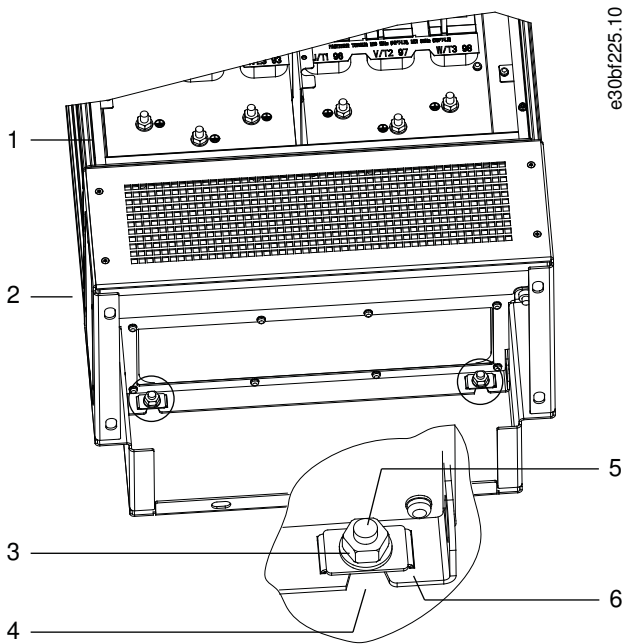

Ilustración 10: Puntos de montaje de la parte posterior del alojamiento en el pedestal
1. Eleve el convertidor y colóquelo sobre el pedestal. Hay dos pernos en la parte trasera del pedestal que se deslizan en los dos agujeros ranurados situados en la parte posterior del alojamiento. Coloque el convertidor ajustando los pernos hacia arriba o abajo. Fije sin apretar utilizando dos tuercas M10 y bastidores de fijación. Véase el apartado Ilustración 10.